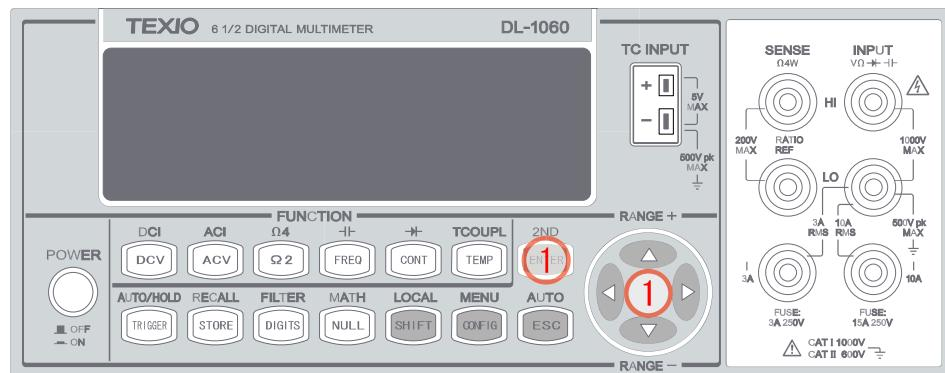

図 3-5
- ① デジタルフィルタを有効にして、 \triangle ・ ∇ ボタンで“READINGS”を選択し ENTER を押します。 \triangle ・ ∇ ボタンで設定する桁に移動し、 Δ ・ ∇ ボタンを操作して 2 から 100 までの値を設定し、ENTER を押します。読み取りが始まると“RUN”が表示されます。これらの操作は図 3-5 に示します。